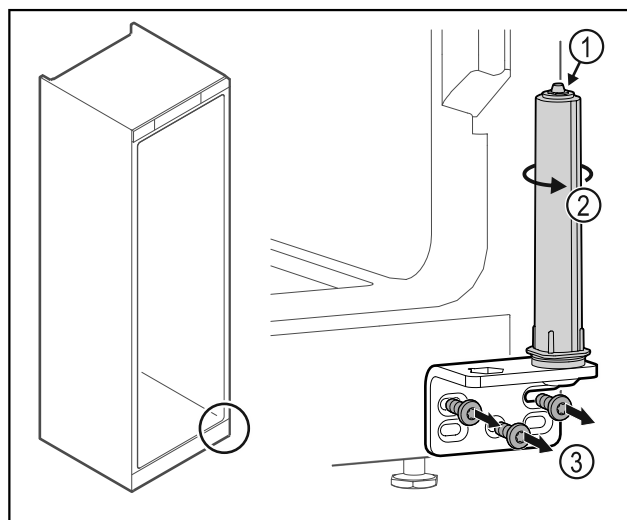

Fig. 31
- ▶ No desensamblar el sistema de cierre de la puerta Fig. 31 (1).
- ▶ Girar el sistema de cierre Fig. 31 (2) hasta que haga clic.
- ▶ Desatornillar la escuadra de bisagra Fig. 31 (3).